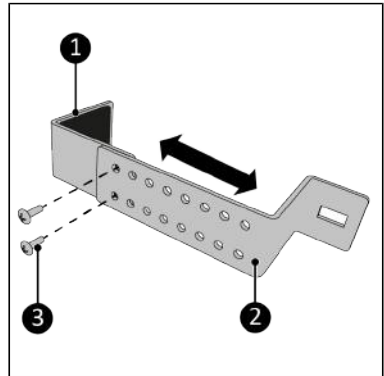

Abbildung 138.
3. Schrauben Sie das Oberteil (Abbildung 138, Pos. 1) und das Unterteil (Abbildung 138, Pos. 2) mit den beiden M5 x 7 mm Schrauben (Abbildung 138, Pos. 3) zusammen. Stellen Sie sicher, dass die Breite etwas größer ist als die Breite des Fensterrahmens.